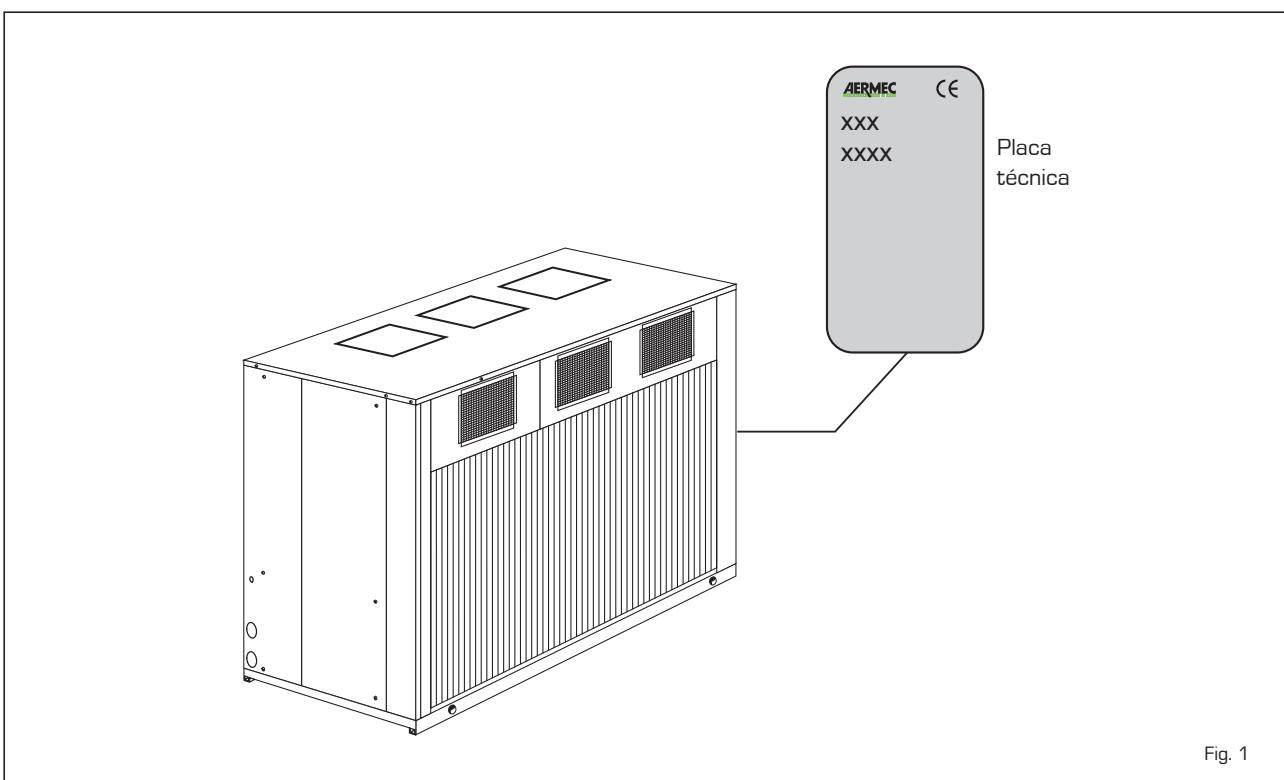

Fig. 1
- Compruebe las características eléctricas indicadas en la etiqueta de matrícula (fig.1) antes de realizar las conexiones eléctricas. Lea las instrucciones de la sección relativa a las conexiones eléctricas.